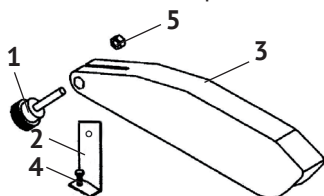

рис. 2
- закрепить винтом (рис.2 поз.4) на рабочем столе кронштейн крепления кожуха (рис.2 поз.2) так, чтобы он находился в одной плоскости с отрезным кругом;
- совместив крепёжные отверстия кожуха (рис.2 поз.3) и расклинивающего ножа (рис.2 поз.2), соединить их винтом-барашком (рис.2 поз.1) и закрепить гайкой (рис.2 поз.5). Крепление не должно быть жёстким. Кожух должен иметь возможность вращения вокруг оси крепления, чтобы фиксироваться в выбранном положении относительно круга, в зависимости от толщины плитки.